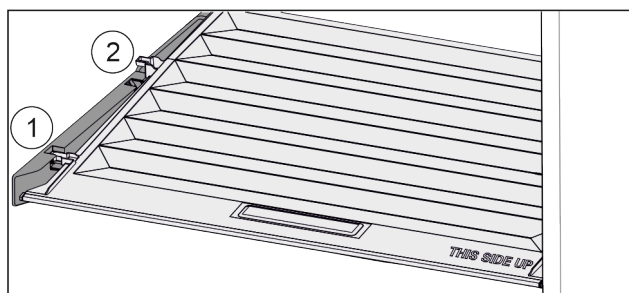

Fig. 117
- ▶ Vytáhněte víko dopředu až k otvoru v přídržných dílech Fig. 117 (1).
- ▶ Vzadu zespolu nadzvedněte a vyjměte směrem nahoru Fig. 117 (2).